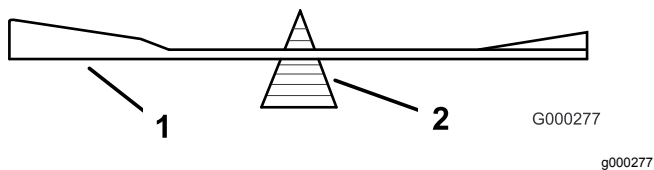

Figura 112
2. Verifique el equilibrio de la cuchilla colocándola sobre un equilibrador de cuchillas (**Figura 112**).